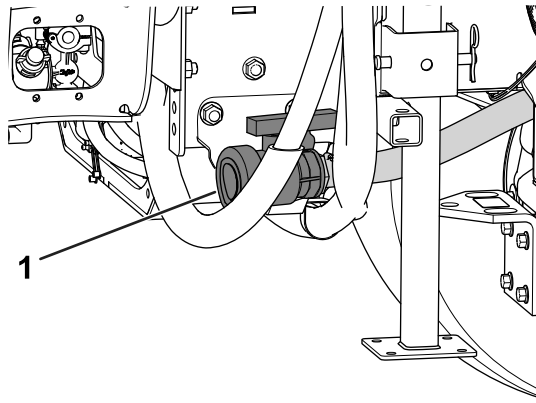

Bild 93
2. Ermitteln Sie das Ablassventil des Behälters an der rechten Seite der Maschine (**Bild 93**).